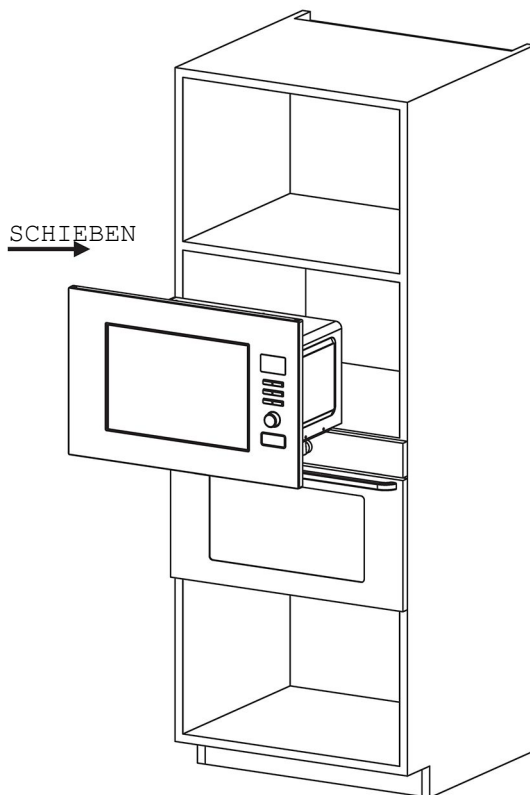

Abb. 1
② INSTALLATION:
a) Stellen Sie den Mikrowellenherd in den Einbauschränk und schieben Sie ihn ganz nach hinten. (Abb. 1)